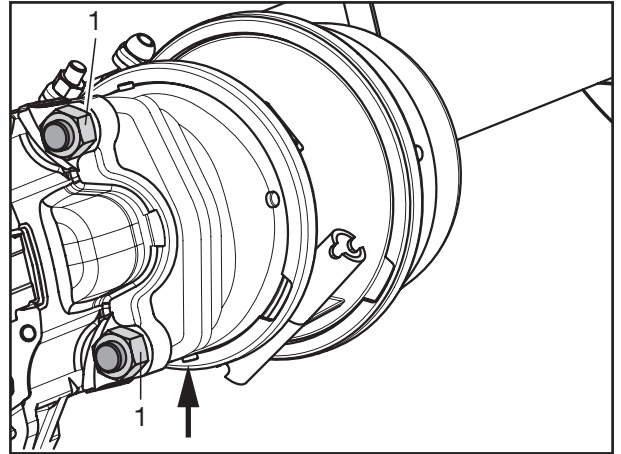

Fig. 7
- [15] Dévisser les deux écrous (Fig. 7/1) de fixation M 16 x 1,5 - SW 24 du carter de frein.
- [18] Bremszylinder ansetzen und mit neuen Befestigungsmuttern (Fig. 7/1) montieren.
[18] Position the brake cylinder and install it using new mounting nuts (Fig. 7/1). Tightening torque:
[18] Accoster le cylindre de frein et le fixer avec des écrous de fixation neufs (Fig. 7/1).